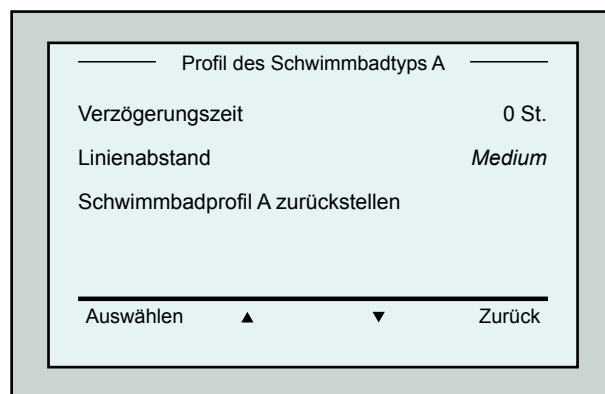

Abbildung 15: Menü *Schwimmbadtyp A*:
11. Nach Einstellen des *Scanmodus* scrollen Sie im *Schwimmbadprofil* – Bildschirm zum nächsten Bildschirm (Abbildung 15).